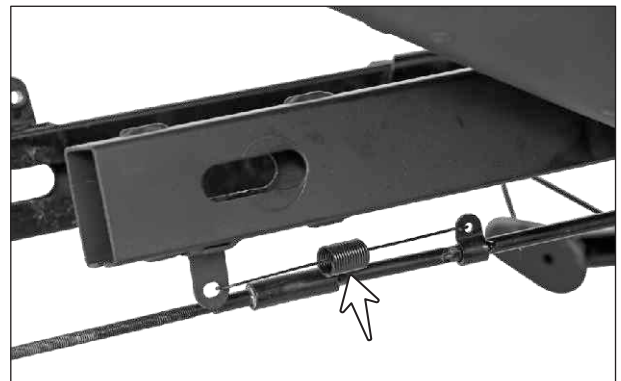

Fig. 6.99
- Desconecte el resorte de retorno de la palanca del freno . (Fig. 6.99)